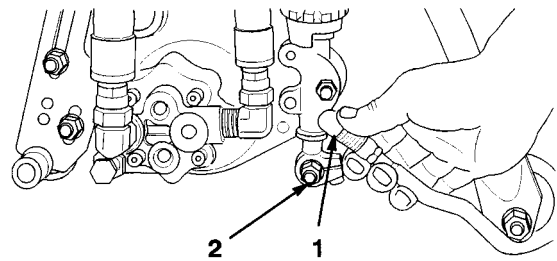

図 7
5. ボールジョイントのスリーブを後ろにずらし、プルアームを下げてソケットをボールスタッドに嵌め合わせ、スリーブから手を離すとスタッドとジョイントが結合する（図 7）。